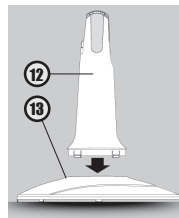

Figura 01
1. Posicionar a base sobre uma superfície plana e estável, posicionar a haste sobre a base conforme **figura 01**.